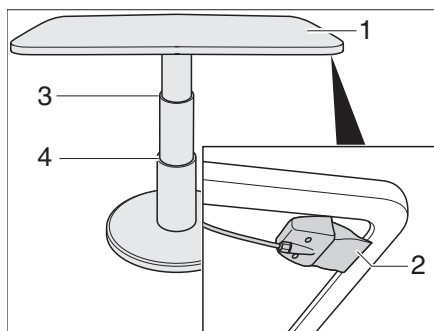

Fig. 56 Tavolo di sollevamento della dinette a U
- Tirare la leva di serraggio (Fig. 56,2) verso l'alto e tenerla sollevata.
- Spingere al centro il piano del tavolo (Fig. 56,1) verso il basso fino all'arresto desiderato (Fig. 56,3 o 4).